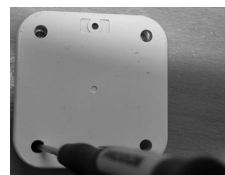

Fig. 6 : Dévisser le boîtier
- Desserrez les quatre vis du boîtier sur la face inférieure de l'extender (Fig. 6).